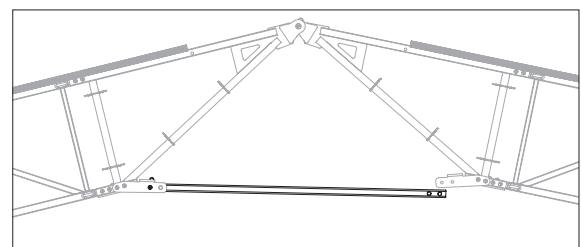

Fig. A4.02b
4. Inserire un altro bullone e un inserto a molla sul lato incernierato. (Fig. A4.02b + A4.02c)